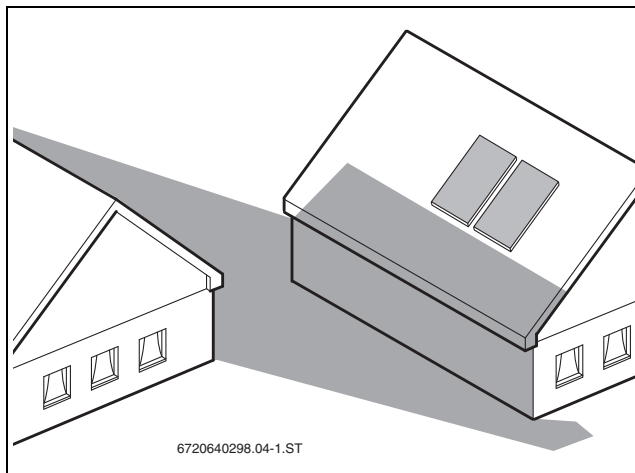

Рис. 19 Не допускайте затенения
- Не допускайте затенения (→ рис. 19).